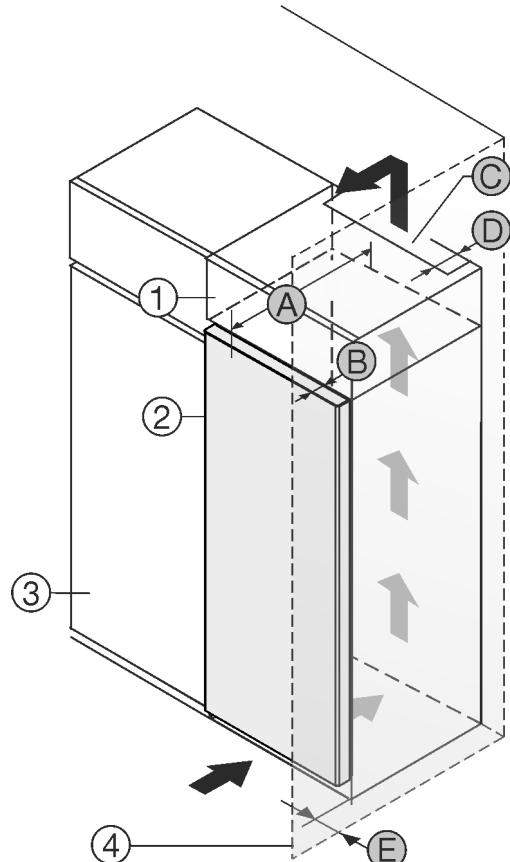

Fig. 1
Gerät direkt neben dem Küchenschränke Fig. 1 (3) aufstellen. An der Rückseite des Aufsatzschrankes muss ein Abluftschacht mit der Tiefe Fig. 1 (D) über die gesamte Aufsatzschrankbreite vorhanden sein.
Unter der Raumdecke muss der Entlüftungsquerschnitt Fig. 1 (C) eingehalten werden.
Wenn das Gerät mit den Scharnieren neben einer Wand Fig. 1 (4) aufgestellt wird, muss der Abstand zwischen Gerät und Wand mindestens 13 mm betragen.
Wenn das Gerät mit den Scharnieren neben einer Wand Fig. 1 (4) aufgestellt wird, muss der Abstand zwischen Gerät und Wand mindestens 20 mm betragen.
Um die Türe vollständig öffnen zu können, muss Gerät um die Türtiefe Fig. 1 (B) gegenüber der Küchenschrankfront vorstehen. Abhängig von der Tiefe der Küchenschränke Fig. 1 (3) und Verwendung von Wandabstandshaltern kann das Gerät weiter herausragen.